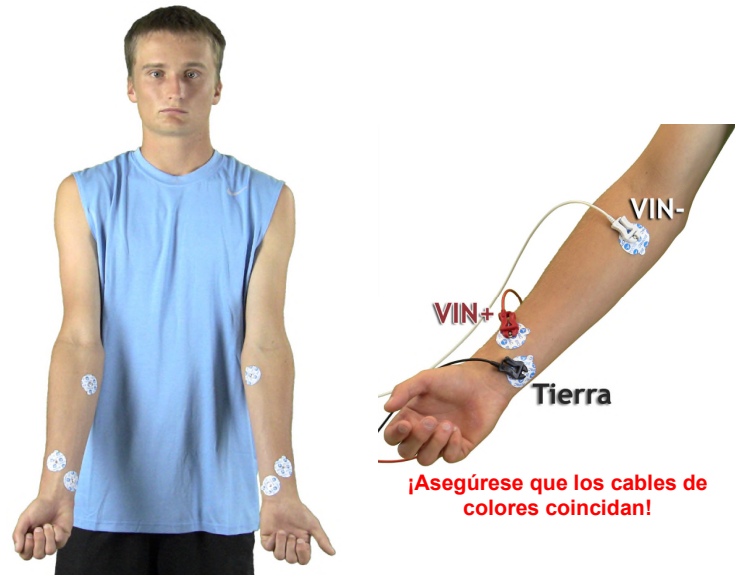

Fig. 2.6 Colocación de los electrodos desechables y cables de electrodo
5. **Coloque 3 electrodos** en cada antebrazo (Fig. 2.6).
6. Conecte el juego de electrodos (SS2L) en el antebrazo dominante del **Sujeto**, siguiendo el código de colores (Fig. 2.6).
Conecte el juego de electrodos (SS2L) en el antebrazo dominante del **Sujeto** (Fig. 2.6) para los registros 1 y 2.